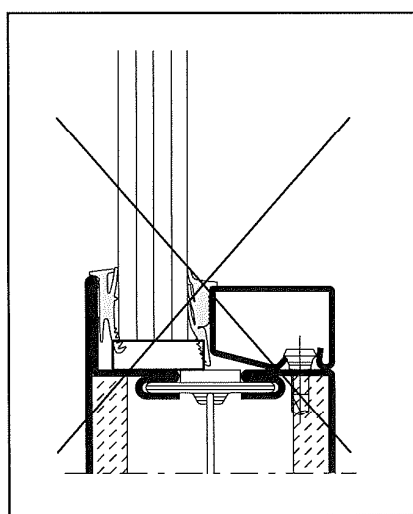

Abb. 20 / Fig. 20 / Fig. 20
- Es ist darauf zu achten, dass die Glasklötze glasleistenseitig gegenüber dem Glas nicht zu stark vorstehen. Ansonsten wird die Montage der Keildichtung erschwert (Abb. 20).
- Veiller à ce que dans la zone de calage du côté des parclose la cale ne ressorte pas trop. Cela compliquerait la pose du joint (fig. 20).
- Ensure that the glazing pads do not protrude excessively past the glass on the glazing bead side. Otherwise the installation of the wedge weatherproofing will be made more difficult (Fig. 20).